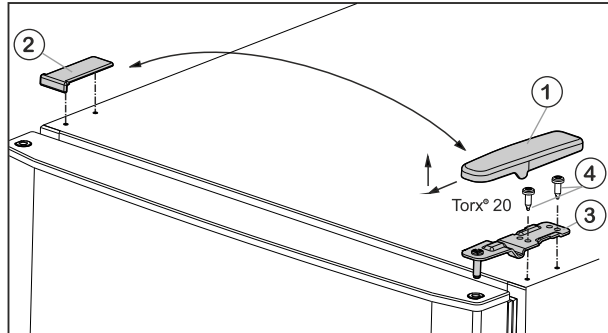

Fig. 5
- ▶ Потяните крышку Fig. 5 (1) вперед и вверх.
- ▶ Снимите крышку Fig. 5 (2).
- ▶ Открутите верхний опорный кронштейн Fig. 5 (3) (2 шт. Torx® 20) Fig. 5 (4) и вытяните вверх.
- ▶ Установите верхний опорный кронштейн Fig. 5 (3) на новой стороне шарнира и защелкните в дверце.
- ▶ Привинтите верхний опорный кронштейн (с моментом 4 Нм) (2 шт. Torx® 20) Fig. 5 (4). При необходимости используйте аккумуляторный шурупверт.
- ▶ Наденьте и защелкните крышку Fig. 5 (1) на противоположной стороне снаружи.
- ▶ Также наденьте сверху и защелкните крышку Fig. 5 (2) на противоположной стороне.